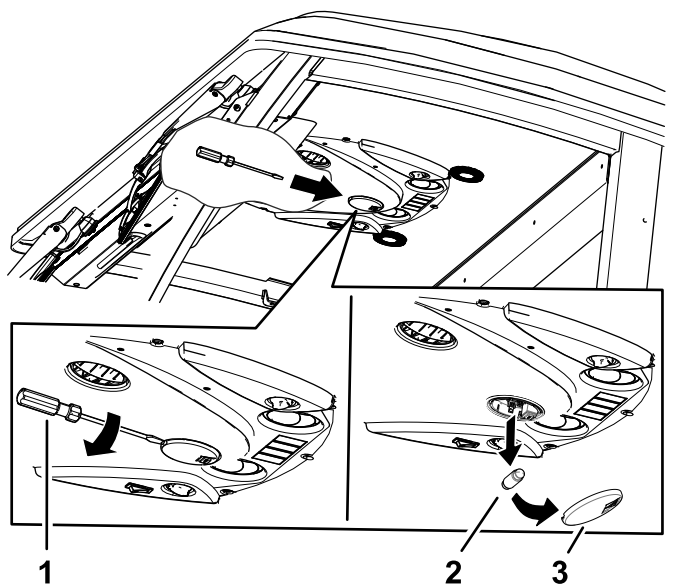

Figura 87
1. Utilice un destornillador para retirar la lente de la luz del panel de control. (Figura 87).
2. Retire la lámpara de la base (Figura 87).